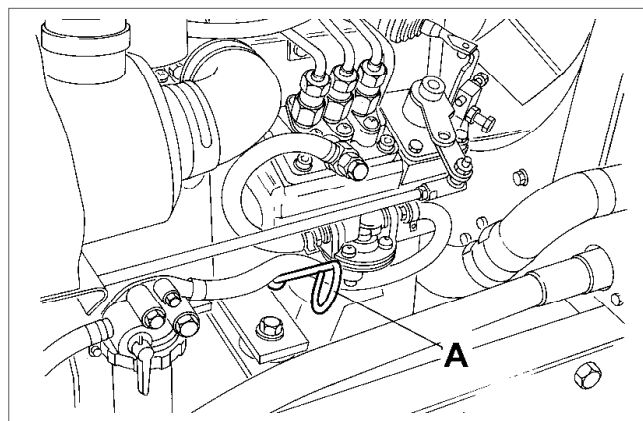

Fig.16
- Always check level of oil with the dipstick (A Fig.16) and ensure machine is on level ground when checking. Capacity 3.2 litres (5.6 Imp pints) (6.7 US pints)
- (b) Controleer de olie altijd met de peilstok (A afb.16). Zorg er daarbij voor dat de machine op een vlakke bodem staat. Inhoud 3,2 liter.
- (b) Il faut toujours utiliser la jauge (Fig. 16 "A") pour vérifier le niveau d'huile et veiller à ce que la machine se trouve sur un terrain nivelé lors de la vérification. Capacité : 3,2 litres.